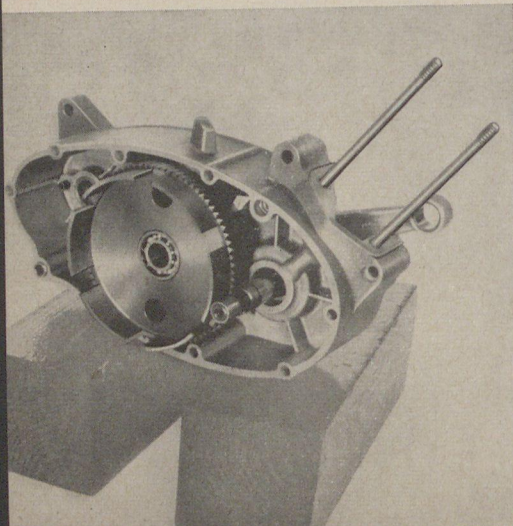

Bild 27
4. Auspressen der Kurbelwelle aus der rechten Gehäusehälfte (Bild 27).